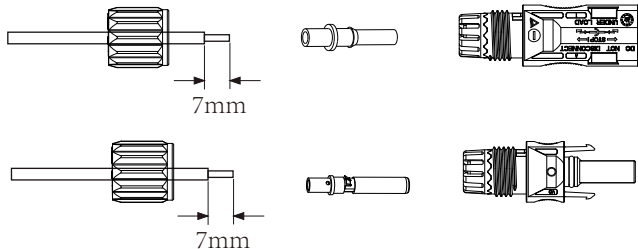

Figura 3.3 Desmontagem da porca de capa do conector
- a) Desencape o isolamento do fio da bateria em 7 mm, desmonte a porca de capa do conector, passe um fio da bateria pela porca de capa do conector (veja a Figura 3.3). Repita o processo com o outro fio, prestando atenção especial à polaridade do conector.